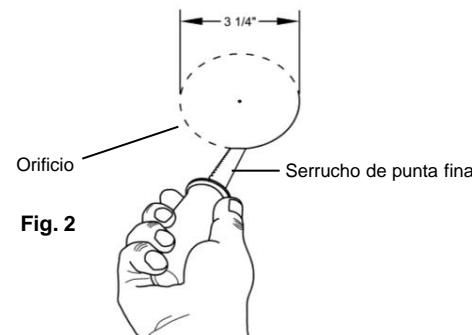

Fig. 2
1. Una vez que has elegido el lugar adecuado corta una abertura de 3 1/4" (8,3 cm) en el techo. Se ha incluido una plantilla para ayudarte a abrir el orificio. (Fig. 2)